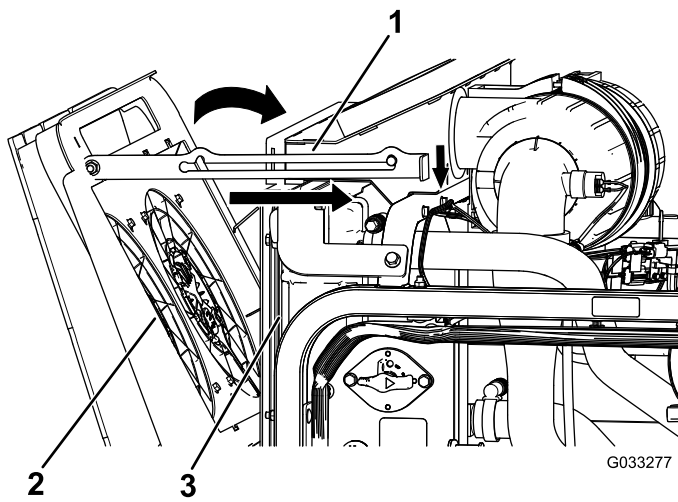

Figura 108
4. Gire hacia adelante los ventiladores de refrigeración del motor, y enganche la varilla de sujeción en la muesca (Figura 108).